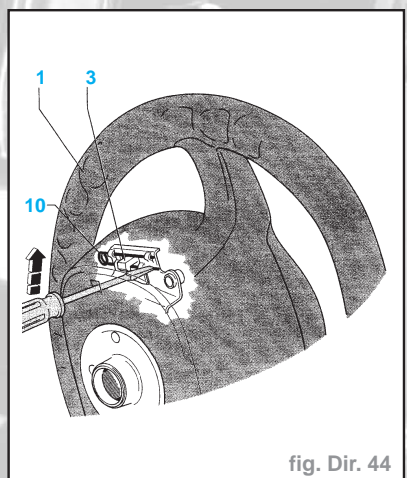

fig. Dir. 44
- Enfoncer le tournevis dans le sens de la flèche. L'agrafe (10) est alors repoussée, ce qui a pour effet de déverrouiller le crochet d'arrêt (3) du module de sac gonflable (fig. Dir. 44).
- Amener le volant de direction (1) au